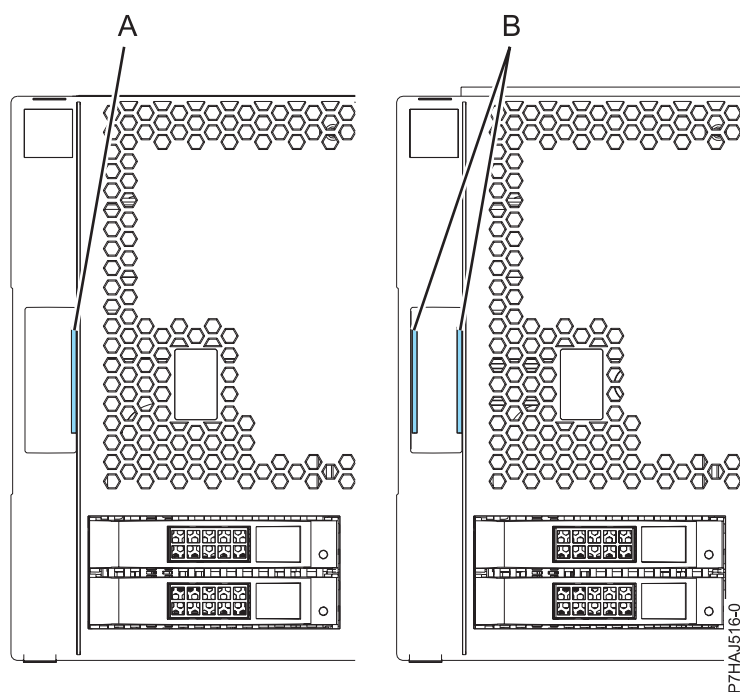

図9. 古いカバーと新しいカバーの識別
注: 2011 年 3 月 1 日より前に出荷された古いカバーは、カバー・アセンブリー・ラッチに青いストライプが 1 本 (A) あることにより識別できます。2011 年 3 月 1 日以降に出荷された新しいカバーには、カバー・アセンブリー・ラッチに青いストライプが 2 本 (B) あります。31 ページの図 9 を参照してください。